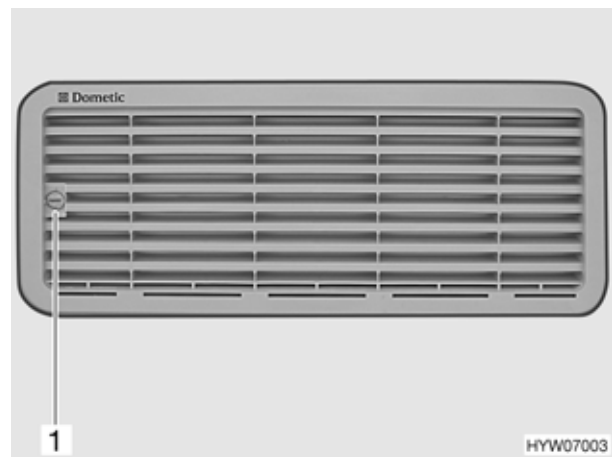

Fig. 128 Griglia di aerazione del frigorifero (variante 1)
- Con l'aiuto di una moneta ruotare la vite (Fig. 128,1) di un quarto di giro.